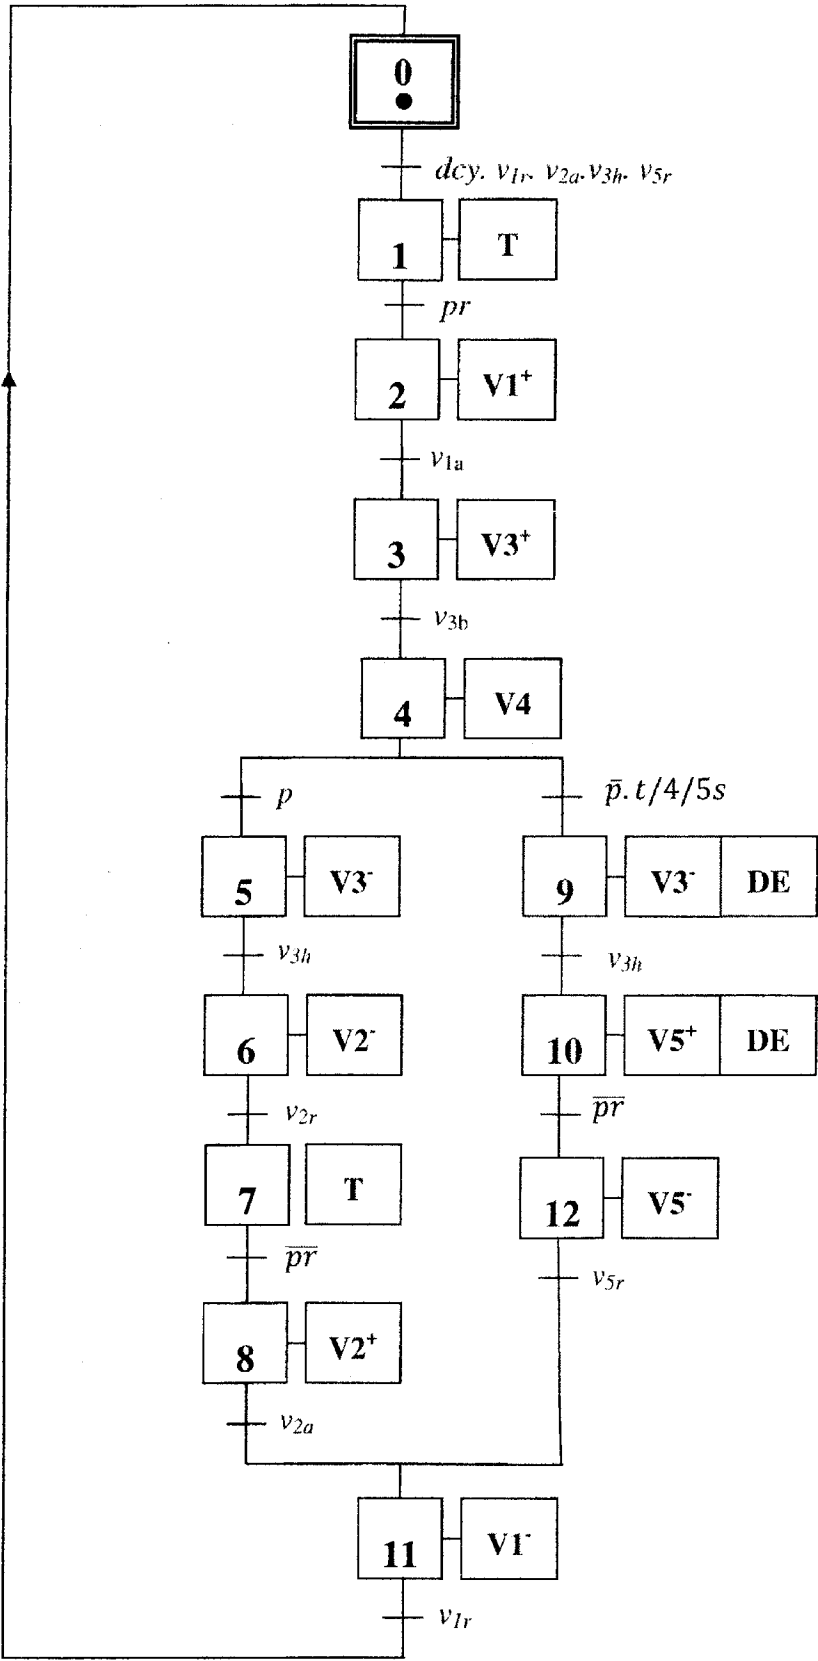

Figure C.6 : Grafcet du point de vue commande **G1** modifié permettant l'évacuation automatisée de récipients défectueux.
C.1.2. Modifier, sur la figure C.6 suivante, le Grafcet du point de vue commande **G1** (de la figure C. afin d'assurer l'évacuation automatisée des récipients défectueux.